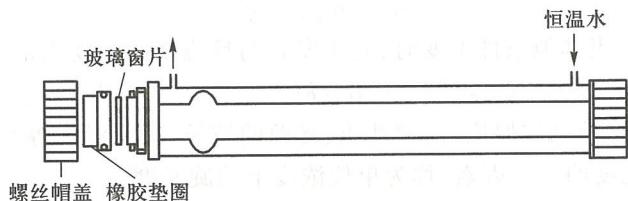

图 22-1 恒温旋光管
1. 将恒温槽调节至 25.0 °C ± 0.1 °C 恒温,并将旋光管的外套接上恒温水,如图 22-1 所示。